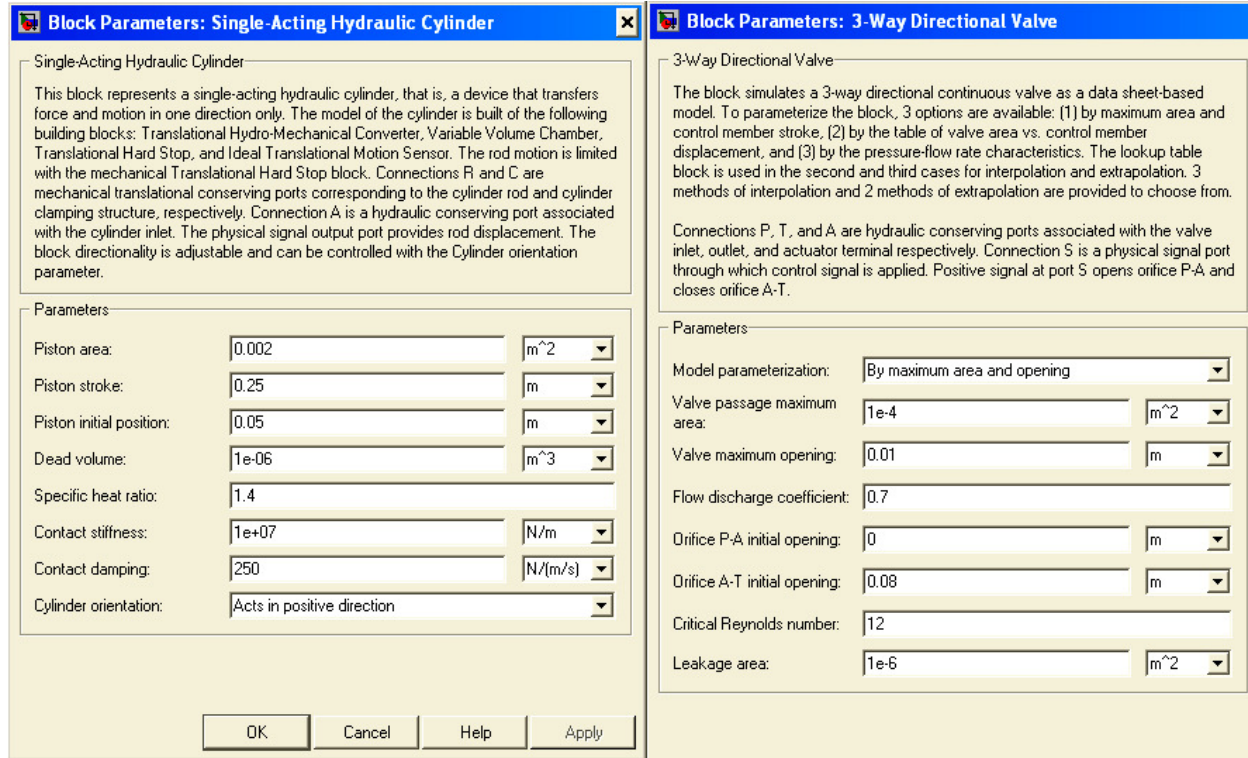

Figura 11 Parametrii la cilindru și valvă
5. Se vor seta parametrii la cilindru și valvă conform figurii Figura 11